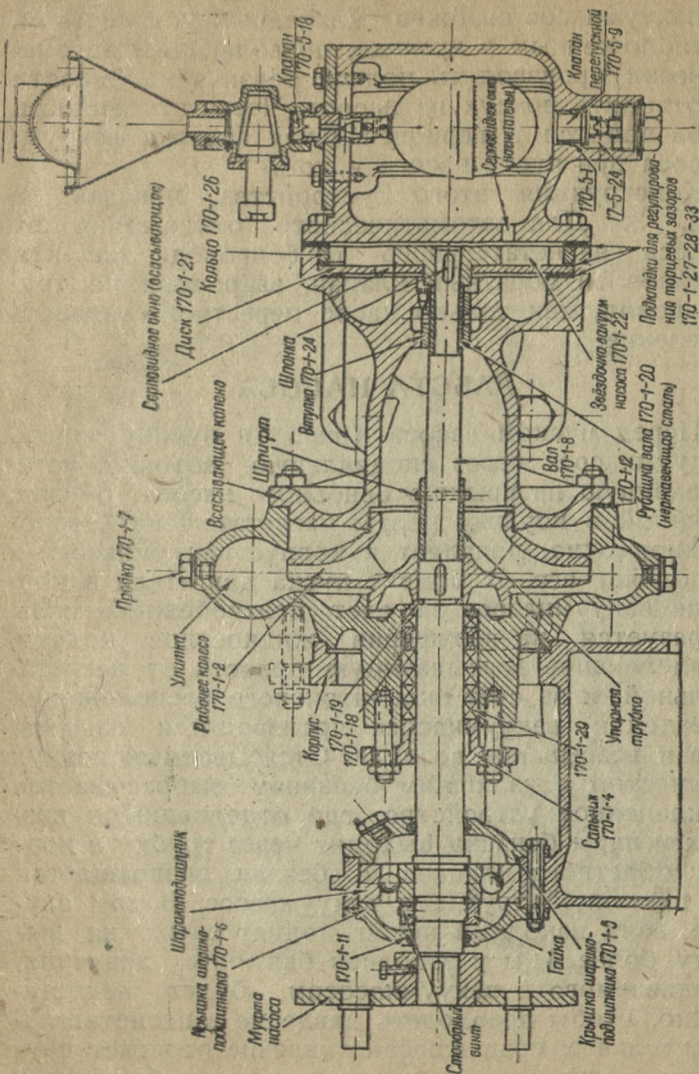

Рис. 3. Насос БМП-80-а (продольный разрез)
Конструкция этого устройства показана на рис. 3. Для автоматического отключения от насоса нагнетательного трубопровода на нем установлен обратный клапан, закрывающий трубопровод, как только насос перестаёт создавать давление.
2. Торцовые зазоры вакуум-насоса велики (более 0,3 мм).	2. Уменьшить торцовые зазоры, положив прокладку из бумаги между диском и коленом, и уменьшить толщину кольца (см. рис. 3).